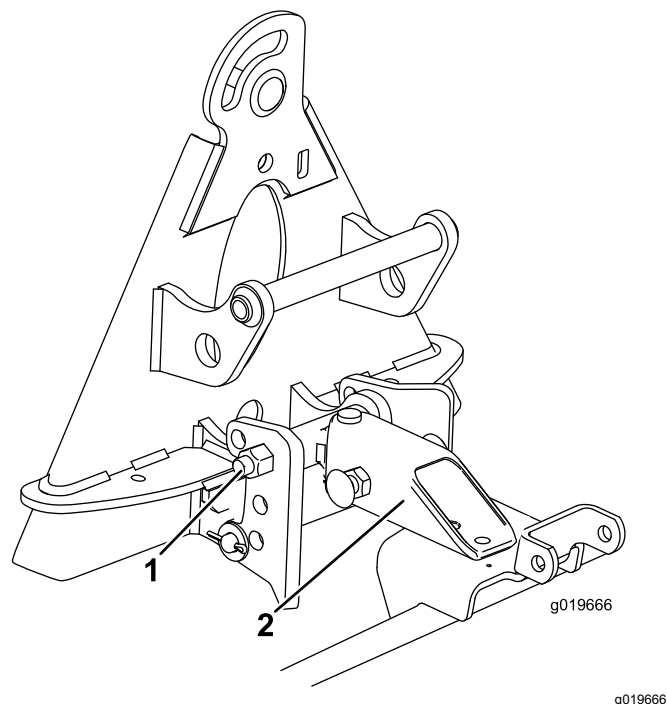

Figura 13
1. Monte o conjunto de engate nos furos superiores do suporte de paragem (Figura 13).
2. Alinhe a parte mais comprida do tubo do garfo para cima e monte-a por cima do conjunto de suporte (Figura 13).